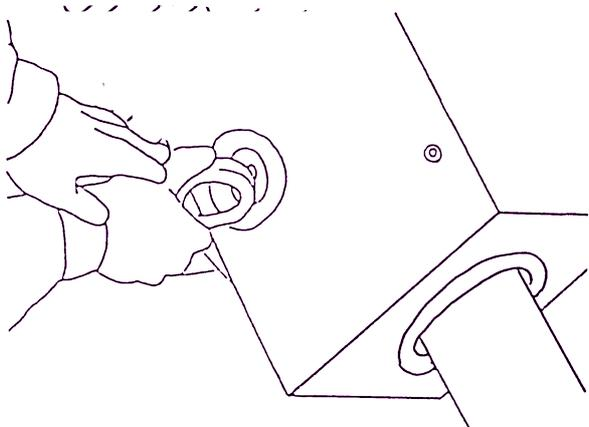

Fig. 3
- a. Adapte o o'ring à cavidade, como pode verificar na Fig.3. Introduza-o com cuidado.